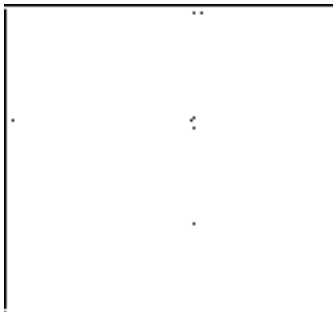

图4-13 打开素材
1) 按〈Ctrl+O〉组合键，打开配套光盘提供的“第4章/4.1.3 构造柱.dwg”素材文件，结果如图4-13所示。